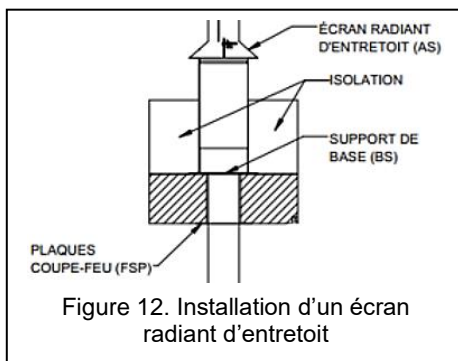

Figure 12. Installation d'un écran radiant d'entretoit
L'écran radiant d'entretoit (AS) est utilisé lorsque le système de ventilation n'est pas cloisonné dans l'entretoit. Cette pièce est installée au-dessus du plancher de l'étage. La Figure 12 montre un exemple.
1. Vissez l'écran radiant d'entretoit (AS) à la solive encadrée avec quatre vis à bois #8 x 1 1/2".
2. La hauteur de l'écran radiant d'entretoit (AS) est réglable et se fixe à la hauteur souhaitée à l'aide des vis autotaraudeuses fournies.
3. La hauteur (y compris le collet de solin (SC)) est réglable de 17 3/8" à 32". Un chevauchement d'au moins 1" est requis. Aucun scellant n'est nécessaire.
4. Placez le collet de solin (SC, inclus) autour de la longueur (L) afin qu'il soit en contact avec le dessus du tube de l'écran radiant d'entretoit (AS). Fixez-le en place. Assurez-vous qu'aucun isolant ne peut pénétrer dans l'écran radiant d'entretoit (AS).